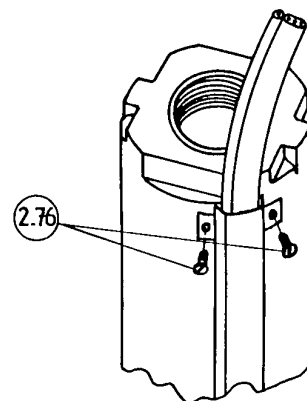

fig.6
- Dévisser les deux vis (2.76) de fixation du protégé-câble (fig.6).